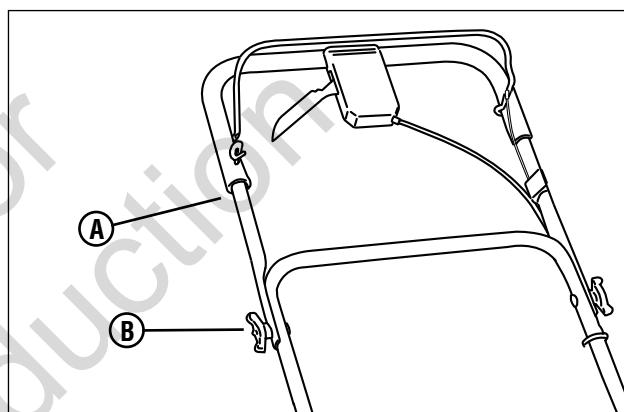

Figura 2: extensión de la manija superior
4. Coloque la manija superior (A, **Figura 2**) en la posición operativa (hacia arriba). Apriete las tuercas mariposa (B).